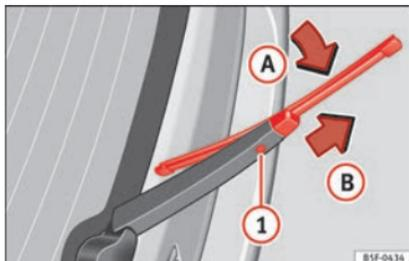

Fig. 63 Substituição da escova do vidro traseiro.
- Levante o braço do limpa para-brisas e rebata-o um ângulo de aproximadamente 60° » **Fig. 63.**
- Rebata a escova na direção do braço do limpa para-brisas » **Fig. 63** (seta) e puxe no sentido indicado pela seta . É provável que tenha de aplicar muita força.